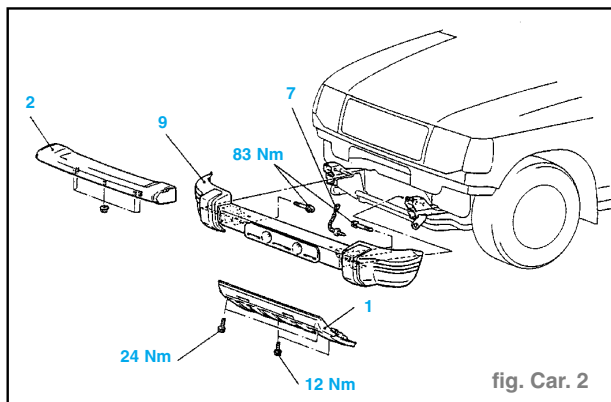

fig. Car. 2
**Véhicules construits à partir de mai 1991 (fig. Car. 2 et 3)